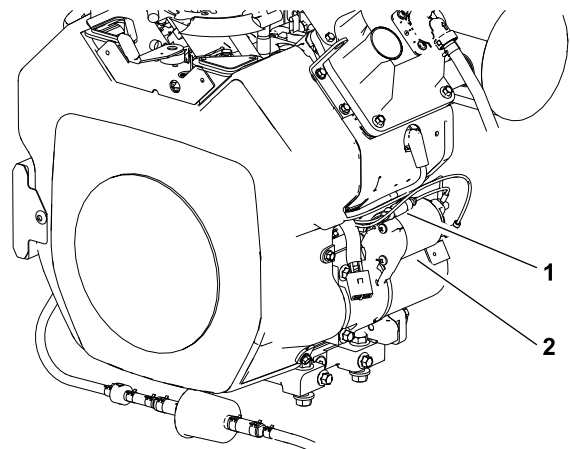

Figura 41
2. În apropierea demarorului, separai jumătățile suportului pentru sigurană în linie al cablajului motorului (Figura 41).
5. Asamblai jumătățile suportului pentru sigurană în linie (Figura 41).